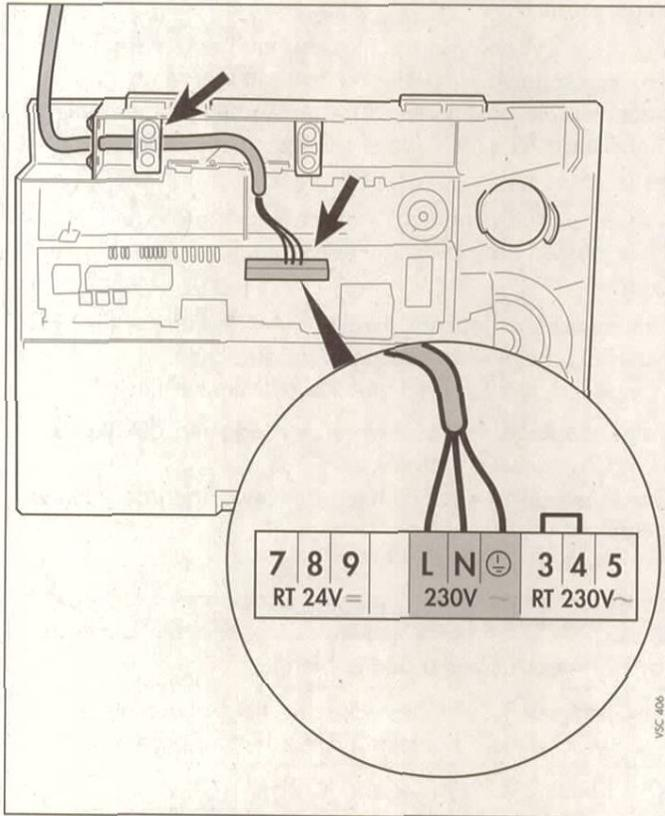

Abb. 4.8 Netzzuleitung anschließen
- Klemmen Sie die Netzzuleitung an den dafür vorgesehenen Klemmen  $\ominus$ , N und L des System Pro E an (siehe Abb. 4.8).
- Schliessen Sie die Anschlusskabel entsprechend Abb. 4.8 bzw. Tab. 4.1/2 an die entsprechenden ProE-Stecker bzw. Steckplätze der Elektronik an.